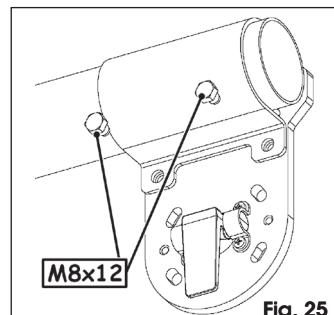

Fig. 25
- Complete la fijación de la barra con los dos tornillos restantes, Fig. 25.